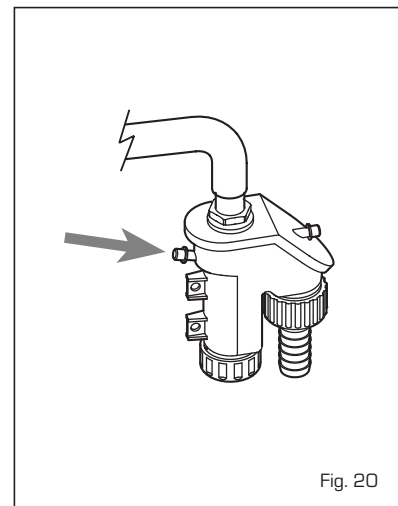

Fig. 20
#### 4.5 MANTENIMIENTO (fig. 20)
**especialmente cuando hace mucho tiempo que no se utiliza el generador). El eventual llenado se efectúa con la boca correspondiente (fig. 20).**